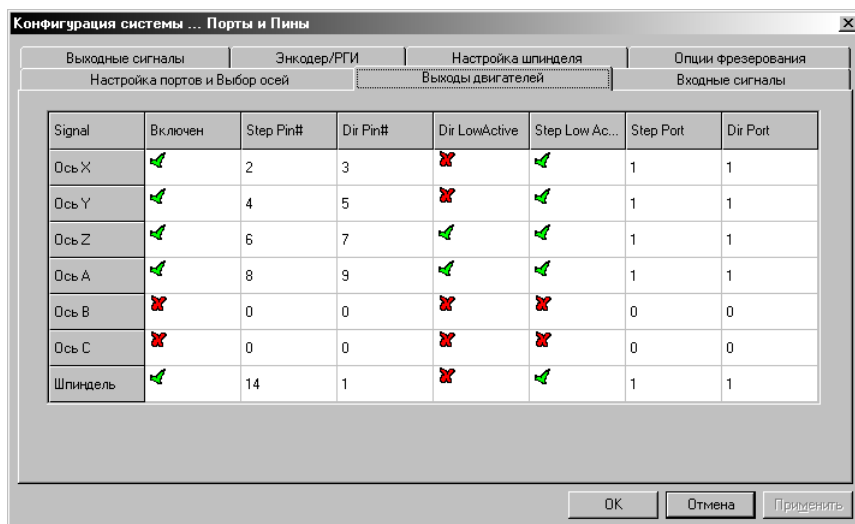

**Рис. 15.** Окно **Выбор единиц**.
2. Зайти в меню **Конфигурации – Выбор единиц**. Установить единицы измерения по умолчанию: миллиметры или дюймы (**Рис. 15**).